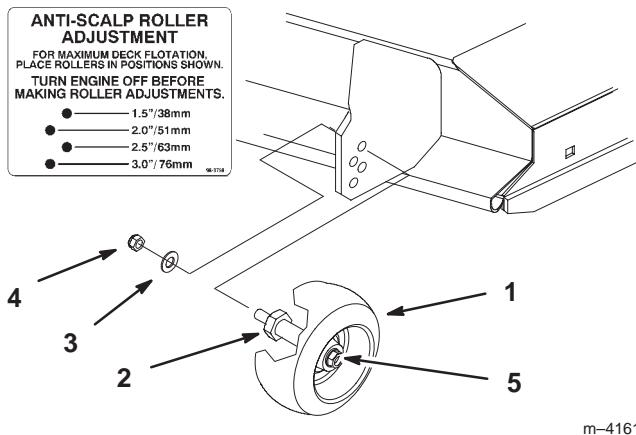

Figure 23
2. Lorsque la hauteur de coupe est réglée, enlevez l'écrou à collet et la rondelle élastique tout en maintenant le goujon avec une clé (Fig. 23).
Remarque : N'enlevez pas l'écrou et la rondelle de la roue (Fig. 23).
3. Choisissez le trou pour que la roue de jauge se trouve le plus près possible de la hauteur de coupe correspondante voulue (Fig. 23).
4. Remettez l'écrou à collet et la rondelle élastique. Serrez à 54–61 Nm (40–45 pieds-livres) (Fig. 23).